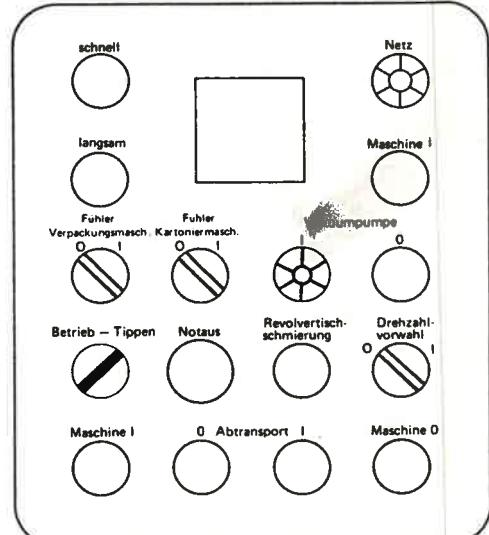

Bild 168
17. Wahlschalter „Betrieb-Tippen“ auf „Tippen“ schalten (Bild 168).